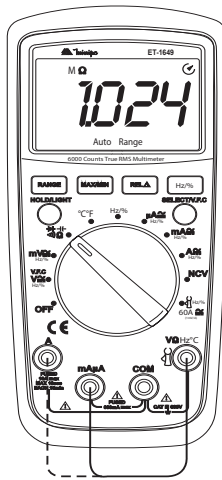

Figura 6
- Usando a função de medida de resistência, é possível fazer o auto teste do fusível, indicado pela Figura 6.